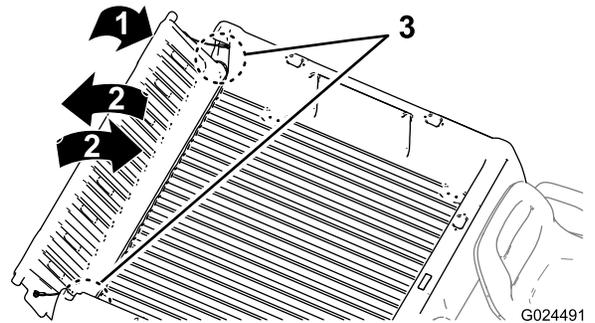

图 16
2. 然后将尾门旋转到大约 45 度的位置图 16。
3. 以短促震动的方式前后旋转尾门几次图 16。